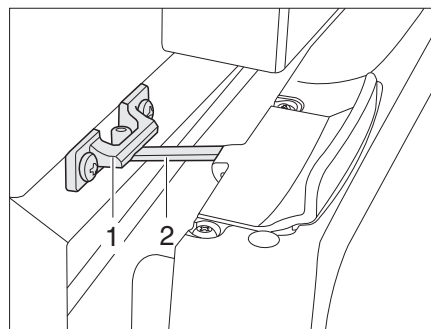

Fig. 329 Porta del frigorifero in posizione di ricircolo d'aria (Thetford)
- Aprire il bloccaggio (Fig. 329,2) e innestarlo nella sede di bloccaggio (Fig. 329,1). In questo modo la porta del frigorifero rimane ferma in posizione socchiusa.